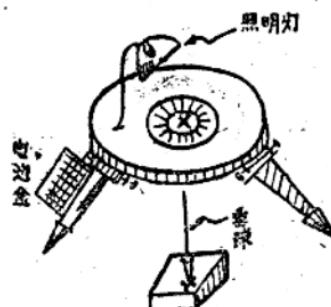

图 6
①引点量距板：如图6所示，用一块圓板，在中間开一約4厘米的圓孔，中間軸心上刻有十字，下中心悬有垂球，以活动板可以左右移动，使能微动对标石中心，对准后固定之。在圓板上安有照明设备及电池，为了不妨碍量距工作，可放在脚下。圓板用三个脚撑住，高度約3分米。